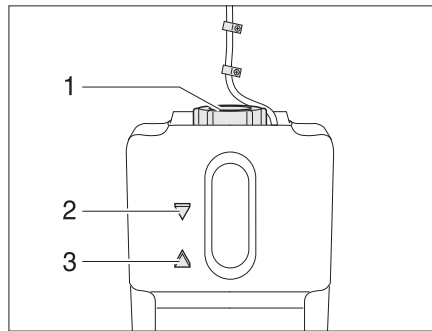

Bild 277 Ausgleichsbehälter Warmwasser-Heizung
- Prüfen, ob am Ausgleichsbehälter (Bild 277) die Flüssigkeit zwischen der Markierung "MIN" (Bild 277,3) und "MAX" (Bild 277,2) steht.
- Am Ausgleichsbehälter den Drehverschluss (Bild 277,1) aufdrehen.